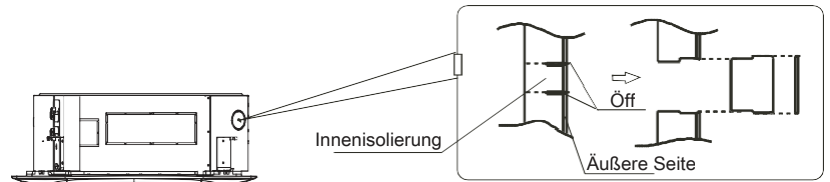

Abb.5-4
- Schneiden Sie die Innenisolierung des Gerätes mit einem Messer ab. (Siehe Abb.5-4)